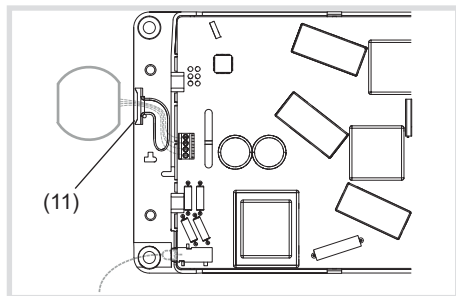

Figura 7: collegare l'uscita a potenziale libero
- Rimuovere l'apertura a battente (11) sulla parte inferiore dell'alloggiamento (Figura 7)